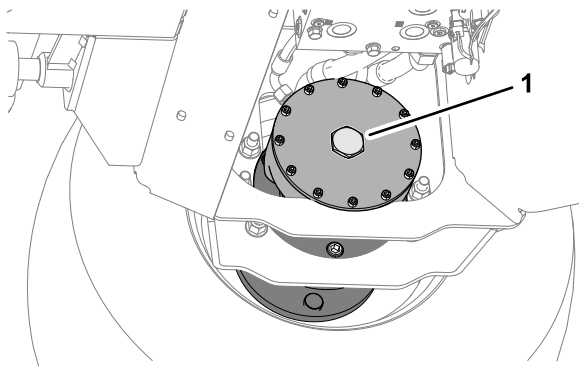

Bild 40
2. Montieren Sie die Sechskantschraube an die Motorendplatte (Bild 40).
6. Verstauen Sie die 2 Bolzen, 12 x 40 mm und 2 Beilagscheiben 12 mm in den Stützschiene der Plattform (Bild 40).